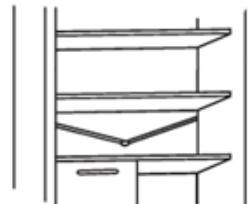

Fig.19
- Hold afløbsslangen (fig. 19) i køleskabet ren, så den ikke fyldes med vand.